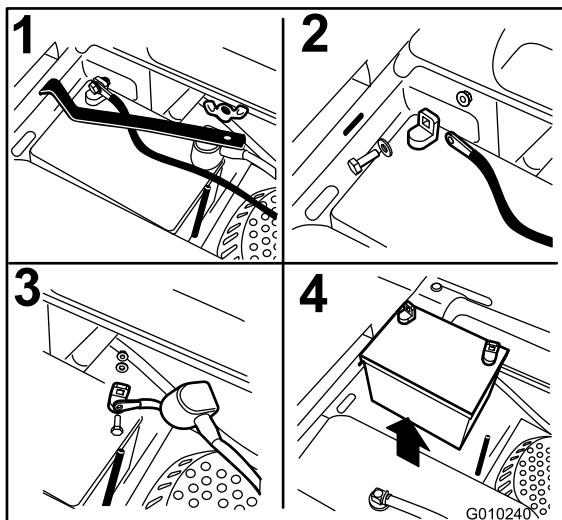

Figura 53
3. Retire la tuerca de orejeta que sujeta la abrazadera de la batería (Figura 53).
4. Retire la abrazadera (Figura 53).
5. Primero desconecte el cable negativo (negro) del borne negativo (-) (negro) de la batería (Figura 53).
6. Retire la cubierta de goma roja del borne positivo (rojo) de la batería y retire el cable positivo (+) (rojo) (Figura 53).
1. Coloque la batería en la bandeja con los bornes en el lado opuesto al depósito de combustible (Figura 53).
4. Fije los cables con 2 pernos, 2 arandelas, y 2 contratuercas (Figura 53).
6. Instale la abrazadera y sujétela con la tuerca de orejeta (Figura 53).